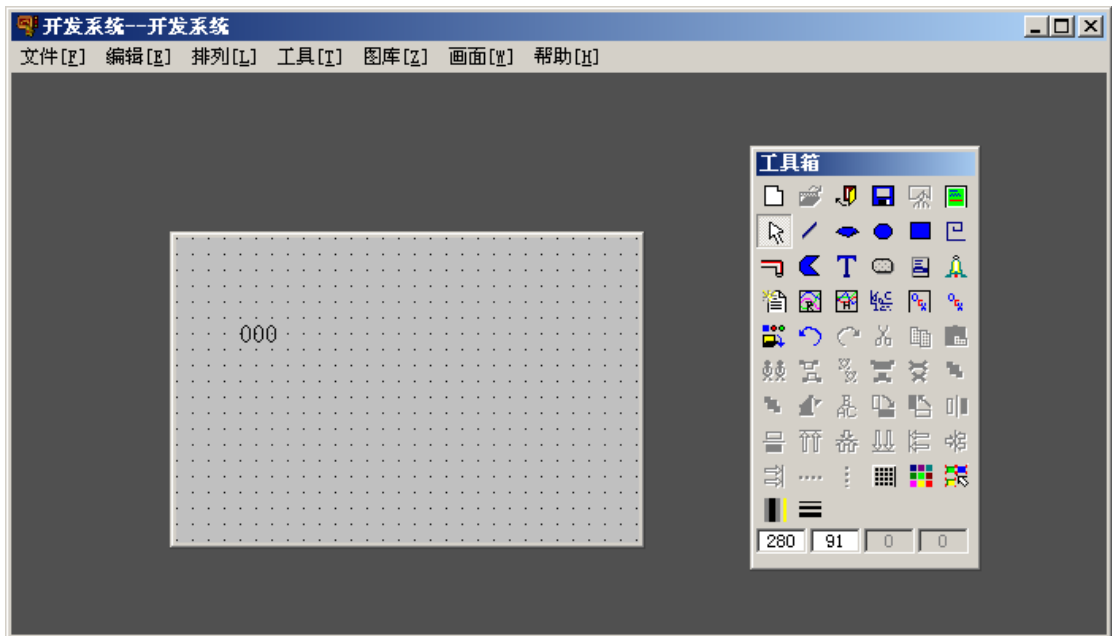

图 2-9 文字输入
(2) 用鼠标单击工具箱中的文本工具按钮“T”，然后将鼠标移动到画面上适当位置单击，用户便可以在画面中输入文字“000”。输入完毕后，单击鼠标右键，文字输入完成，如图 2-9 所示。